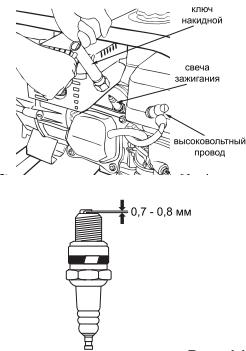

Рис.11
- отсоединить высоковольтный провод от свечи зажигания и отвести его в сторону (см. рис. 11).